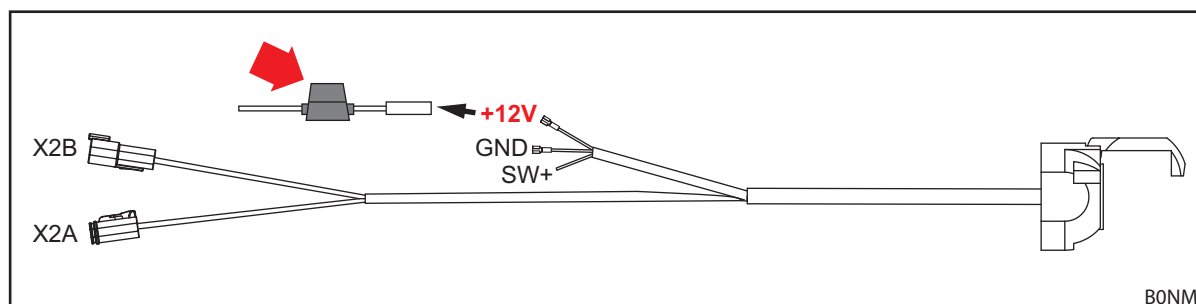

Fig. 53 STOLL-ISOBUS-kabeltræ
- Find og kontrollér sikringen (ident.nr. 0484860, se den røde pil i Fig. 53):